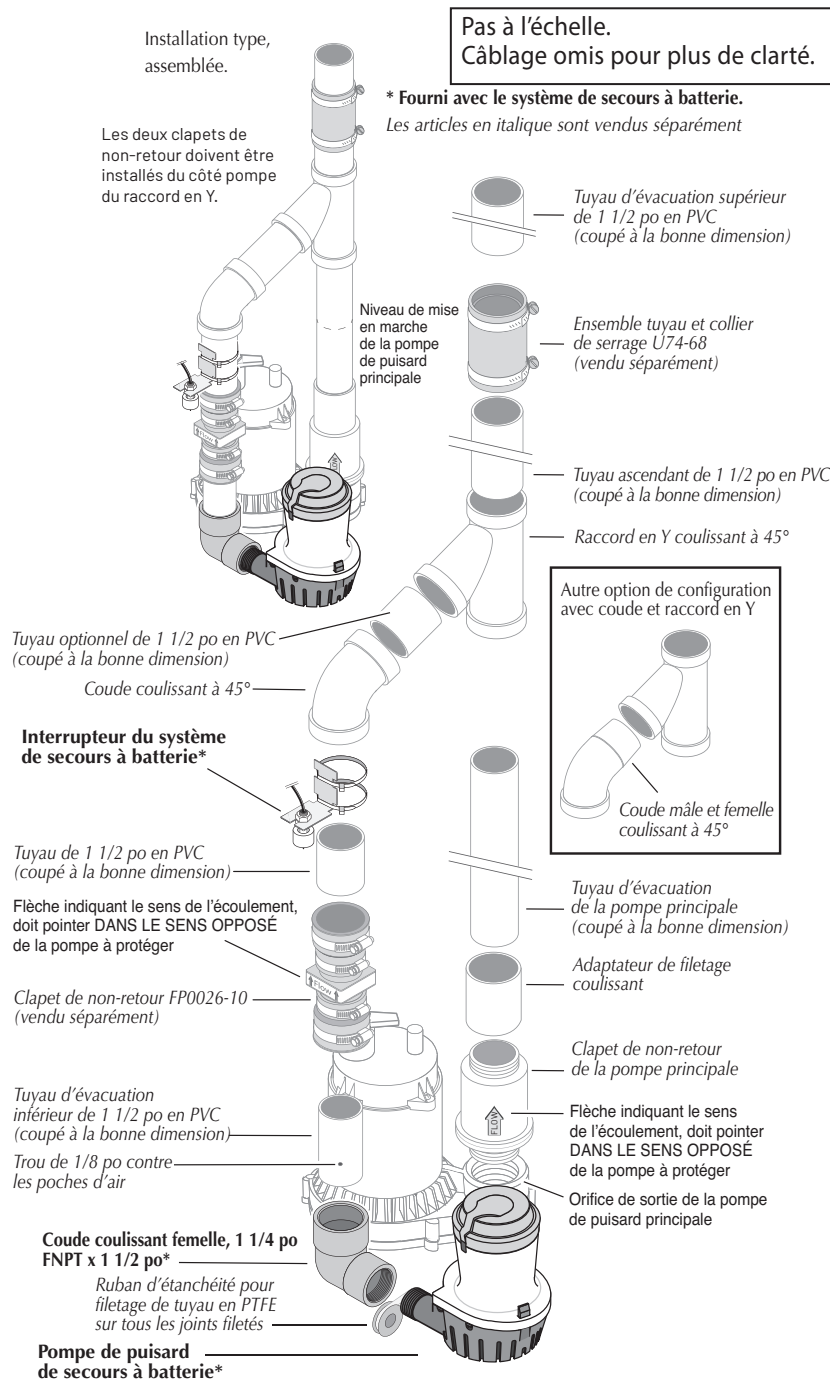

Figure 3 : Tuyau d'évacuation commun - Installation type
2. Si la décharge de la pompe de puisard principale ne comporte pas de clapet de non-retour, vous devrez en installer un. Vous devez également en installer un dans le tuyau d'évacuation du système de secours à batterie (figure 3). Assurez-vous que la flèche du clapet de non-retour indiquant le sens de l'écoulement pointe **DANS LE SENS OPPOSÉ** de la pompe qu'il est destiné à protéger.